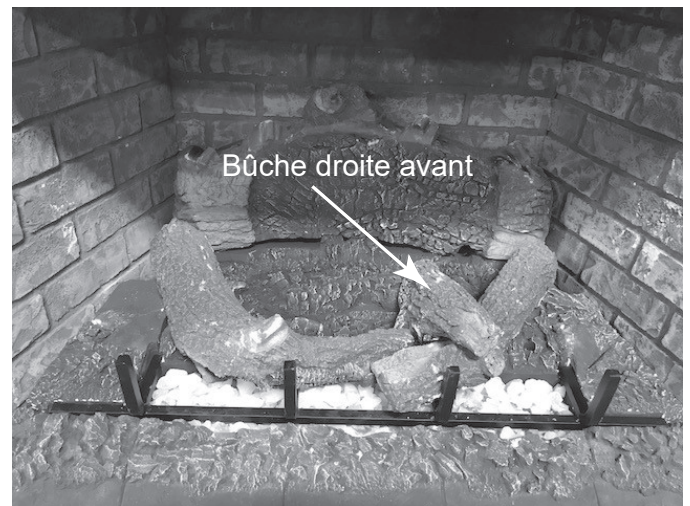

Figure 11.17
- Positionnez la bûche avant droite en plaçant l'encoche située sous la bûche sur le point de repère au-dessus du brûleur. Voir la figure 11.17.